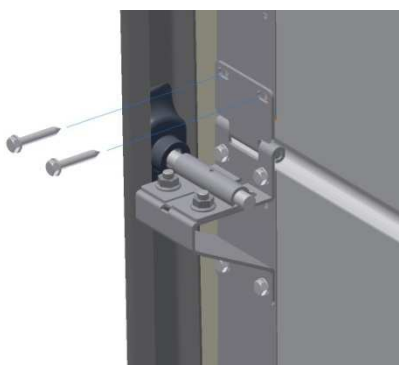

Fig. 24
- Monteer (om kantelen van paneel te voorkomen) de twee bovenste wieltjes (37) (bolkopbout M8 8x16 + tensielockmoer M8) met de voorziene wielhouders(330) en plaats de vulbusjes (47,48,49) over het wielasje tussen het wiel en de wielhouder (11mm diameter) zodat het paneel niet van links naar rechts kan schuiven (Fig. 24 + 27).